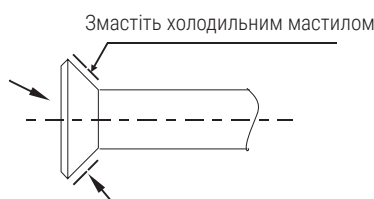

Рис. 5.1
- Змастіть холодильним мастилом (це має бути моторне мастило, сумісне з холодоагентом цього типу) зовнішню поверхню вальцювального з'єднання та конічну поверхню сполучних гайок і закрутіть їх рукою на 3 або 4 оберти (рис. 5.1) перед закручуванням гайки вальцювального з'єднання.